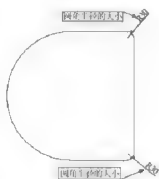

图 6-5
**步骤6:**进行圆角处理。在工具栏中单击“圆角”按钮□,设置圆角半径大小为“30”,对矩形进行圆角处理,最终效果如图6-5所示。